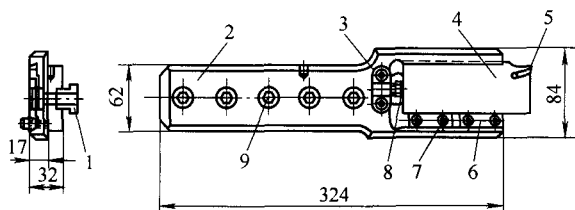

图1 切断刀杆装配图
(1) 刀具结构尺寸及调整范围 切断刀杆的结构如图1所示,该机床的加工范围为114.3~244.5mm,